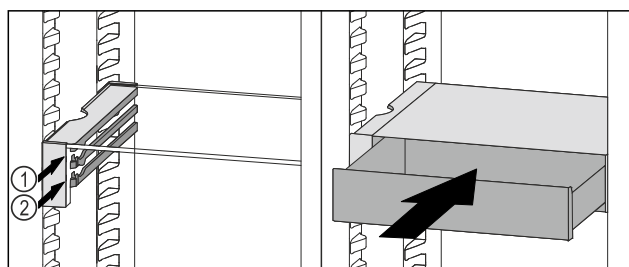

Fig. 129
- ▶ Stavite ladicu VarioSafe ukoso iza zaustavljača na željeni žlijeb Fig. 129 (1) ili Fig. 129 (2).